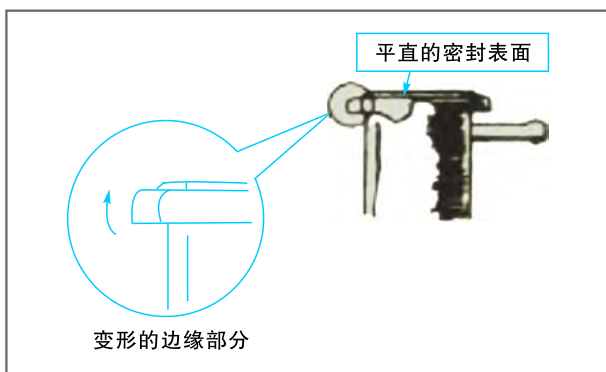

图2-233 注水口变形检查
4. 注水口的检查，如图 2-233所示。
① 检查密封面有无变形，如有变形用工具修好，修不好就须更换